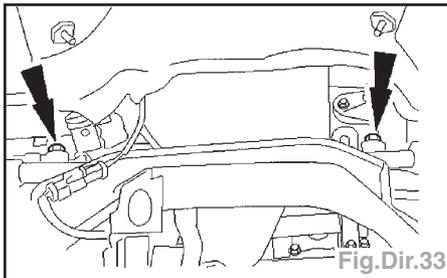

Fig.Dir.33
- Déposer les vis de fixation de boîtier de direction (Fig.Dir.33).